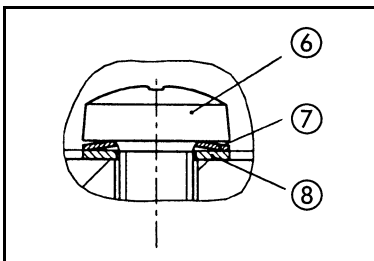

Abb. 18: Anordnung und Ausrichtung von Tellerfeder (7) und Scheibe (8) an Schraube (6)
1. Kopfplatte (9) auf die Zwischenplatten (10), (13) und (14) auflegen entsprechend den Filzstiftmarkierungen.
2. Die drei Schrauben (6) der Kopfplatte (9) vorsichtig leicht handfest anziehen (Anzugsmoment: 0,6 Nm).
**i** Zur Anordnung und Ausrichtung von Tellerfeder (7) und Scheibe (8) der Schraube (6) siehe Abb. 18.
3. Kopfabdeckung (3) auf Pumpengehäuse (17) aufsetzen.
4. Die neun Schrauben (2) der Kopfabdeckung (3) zunächst leicht anziehen: zunächst die Schrauben der mittleren Pumpenstufe, dann die rechten und anschließend die linken Schrauben.
5. Nun die neun Schrauben (2) fest anziehen (Anzugsmoment: 6 Nm), dabei mit den inneren Schrauben beginnen und nach außen fortfahren.
6. Die beiden seitlichen Abdeckungen (4) wieder montieren.
7. Die beiden Schrauben (1) an Kopfabdeckung (3) anziehen (Anzugsmoment: 5 Nm).